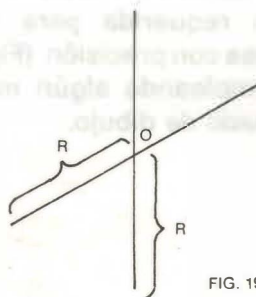

FIG. 19
2. A partir del punto de cruce (O) de las dos líneas, marque el radio de la circunferencia (R) a lado y lado del punto y sobre las líneas trazadas. Ver Fig. 19.